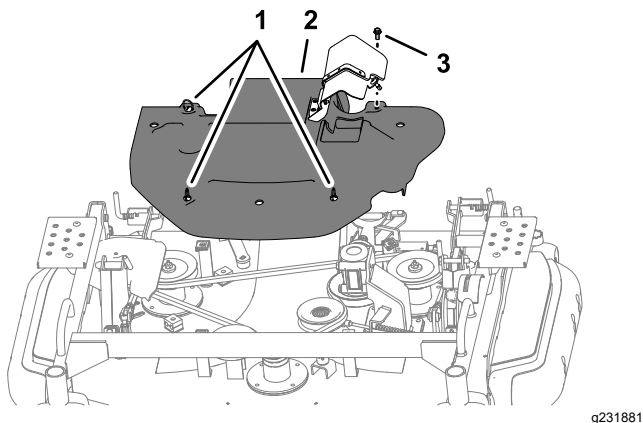

Figura 116
punii mainii de tuns iarba; consultai Figura 116 din Îndepărtarea capacului curelei (Pagină 84).
3. Montați urubul din capacul curelei la piulă cu clemă a punii mainii de tuns iarba; consultai Figura 116 din Îndepărtarea capacului curelei (Pagină 84).
1. Rotii elementele de fixare cu rotire 3 sferturi de tură în sens invers acelor de ceasornic (Figura 116).
2. Slăbiți urubul (Figura 116).